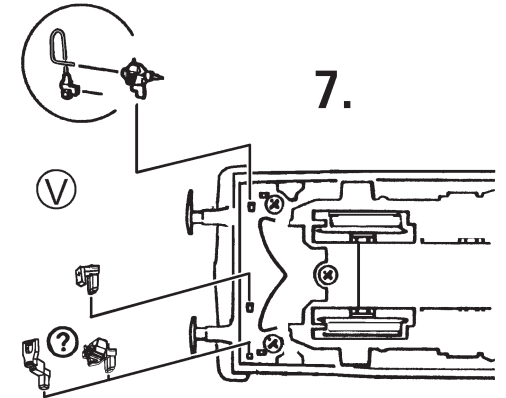

Fig. 4
**3. Haftreifenwechsel:** Zuerst den Getriebedeckel abnehmen (Fig. 4). Danach den **Radsatz** herausnehmen und die **Haftreifen** mit einer Nadel od. mit einem feinen Schraubendreher abziehen (Fig. 8). Beim Aufziehen der neuen Haftreifen darauf achten, dass diese sich nicht verdrehen.
**3. Change of traction tyre:** Remove the gear cover (fig. 4). Take out **wheel set** and remove **traction tyre** using a pin or a fine screwdriver (fig. 8). When pressing on the new traction tyre please **avoid twisting it**.
**3. Échange des bandages d'adhérence:** Démontez d'abord **le couvercle du carter des engrenages** des engrenages (fig. 4). Délogez ensuite les essieux bandagés et enlevez, à l'aide d'une aiguille ou d'un tourne-vis fin, les bandages d'adhérence (fig. 8). Lors du montage des nouveaux bandages veuillez veiller à ce que les bandages **ne soient pas tordues**.
1. siehe voir } Fig.4